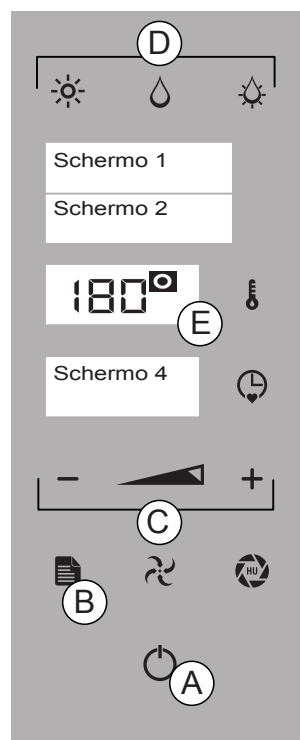

Fig.1
BRUCIATORE GAS Acceso / °C lampeggiante - BRUCIATORE GAS Spento / °C fisso (Fig 1/E - Schermo 3)
Premere il tasto "INVIO" (Fig 1/A) e procedere alla cottura manuale (vd. 6.1) oppure premere il tasto "MENÙ" (Fig 1/B) per attivare menù principale (Fig 1/B). Con i tasti "MENO" e "PIÙ" selezionare la funzione desiderata (Fig 1/C). Premere il tasto "INVIO" per confermare.
1. In modalità menù principale premere i tasti "MENO" o "PIÙ" (Fig 1/C) fino alla funzione "OFF" (Display 1). Premere tasto "INVIO" (Fig 1/A) per confermare.
2. In modalità funzioni premere il tasto "INVIO" per fermare l'operazione, premere tasto "MENÙ" (Fig 1/B) e premere il tasto "MENO" (Fig 1/C) per visualizzare la funzione "OFF" (Display 1). Premere tasto "INVIO" (Fig 1/A - vd 3.3 Descrizione dei modi di funzionamento).
Per impostare la data e l'orario premere per 3 secondi i tasti “TEMPO” e “TEMPERATURA” (Fig 1/D+E).
Con i tasti “MENO” e “PIÙ” (Fig 1/B) selezionare l'anno corrente e premere il tasto “INVIO” (Fig 1/A) per convalidare.